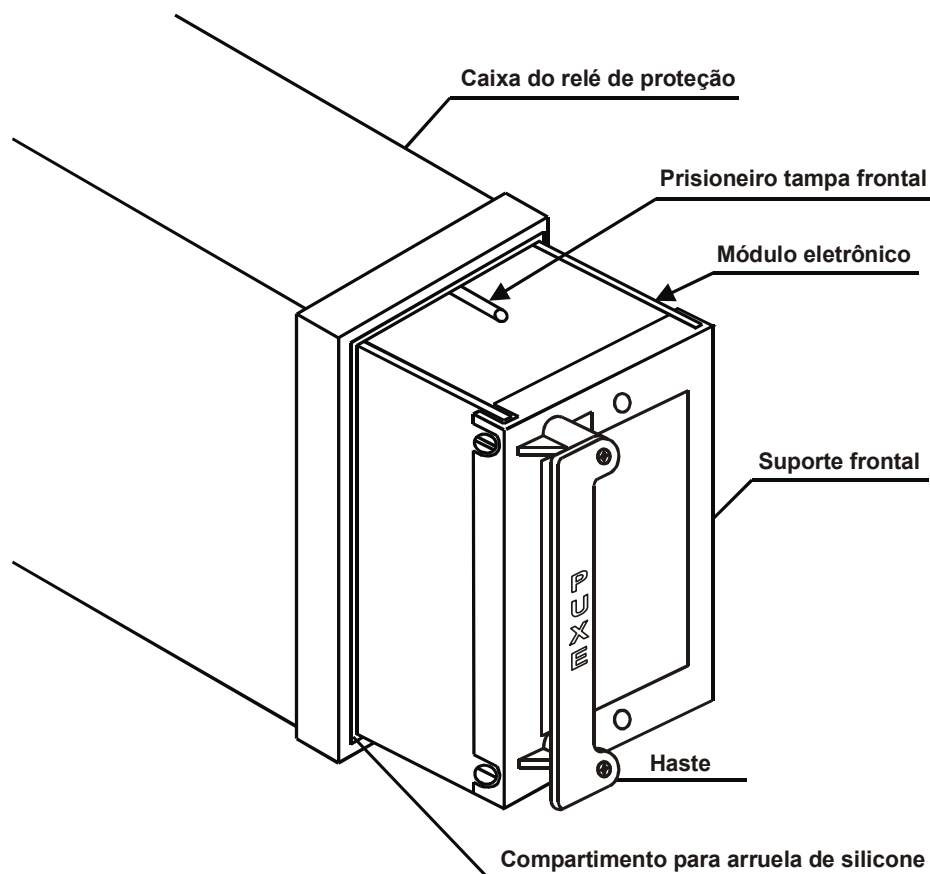
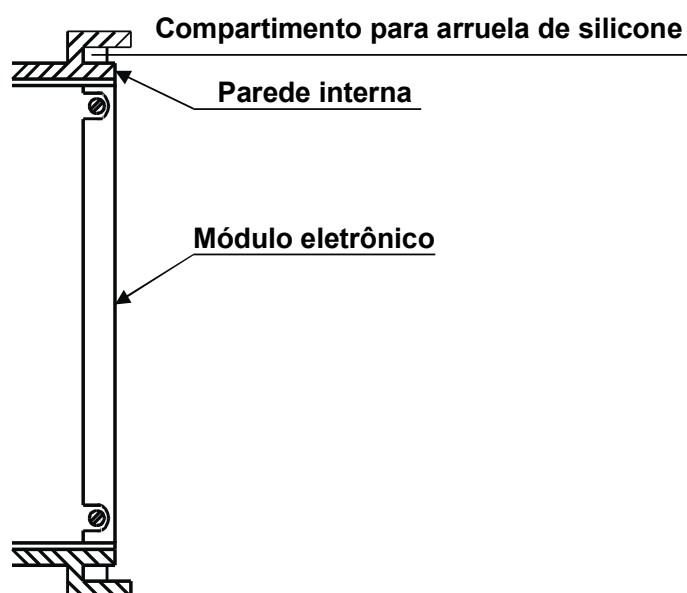

Figura 26.4: Inserção do módulo eletrônico.
Figura 26.5: Vista em corte do encaixe do relé.
- a) Posicionar o módulo eletrônico (figura 26.4) na caixa do relé. Utilize haste (figura 26.5) para encaixar as placas de circuito impresso do módulo eletrônico nas guias internas da caixa.
- b) Aplicar pressão nas laterais da haste (figura 26.4) até que o suporte encaixe totalmente na caixa do relé, ou seja, o módulo precisa ficar totalmente alinhado com a parede interna do compartimento para arruela de silicone (figura 26.5). Aplicar pressão considerável para um encaixe uniforme e seguro. O sistema de conexão é extremamente robusto e suporta o mecanismo de inserção do relé.